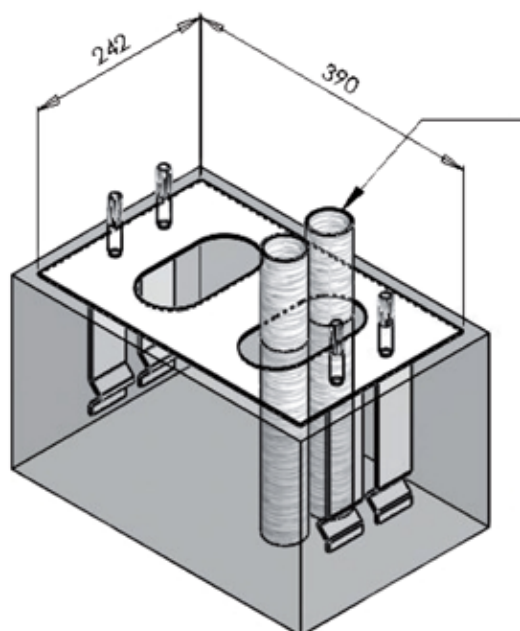

fig.4
- Respeite as medidas necessárias, faça uma sólida base em cimento e fixe no chão a chapa de base mergulhando-a no cimento com os chumbadores e os parafusos de fixação (fig.4). Se a base já existir utilize robustos parafusos de expansão.